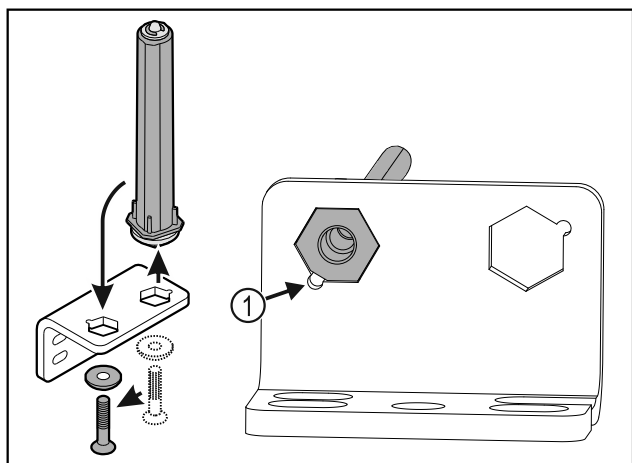

Fig. 32
- ▶ Atkreipkite dėmesį į tai, kad įstatant nuožulni kaiščio pusė Fig. 32 (1) nukreipta į apvalią skylę.